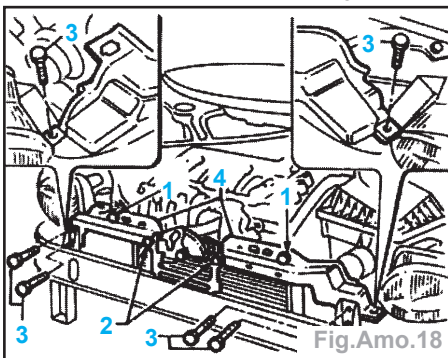

Fig.Amo.18
- Déposer les vis (1, 2 et 3) et déposer les deux parties de la traverse (4) (Fig.Amo.18).